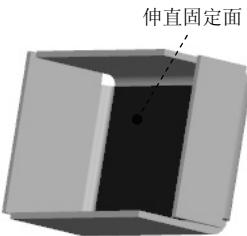

图 4.3.4 选取伸直固定面
Step3. 选取伸直固定面。在系统 **选择厚度平面或线性边以在部件伸直时保持固定** 的提示下，选取图 4.3.4 所示的内表面为伸直固定面。